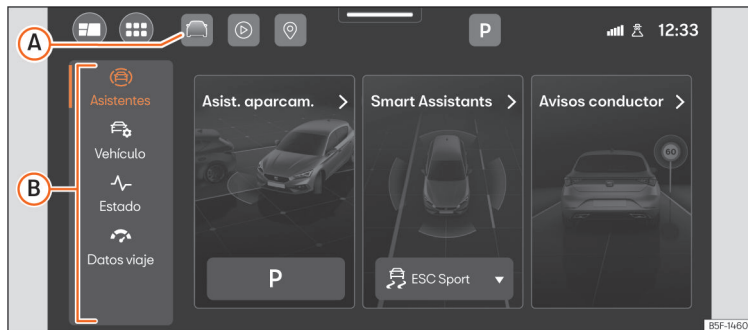

Fig. 13 Representación esquemática: Asistentes y ajustes del vehículo.
Pulsando sobre  **fig. 13 (A)**, o bien, en el menú principal sobre  **Vehículo**, se abre el menú de los asistentes y ajustes del vehículo. A continuación, pulsando sobre alguno de los menús situados en la zona izquierda **(B)**, se muestra en pantalla el menú de ajustes o de asistentes seleccionado.